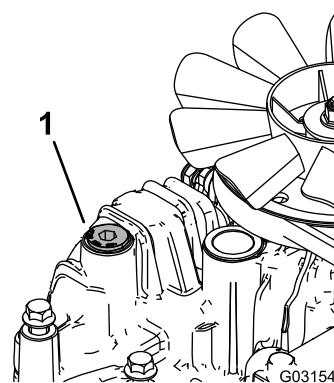

Figure 83
11. Dévissez le bouchon d'aération sur chaque transmission pour qu'il soit desserré et ballotté (Figure 83).